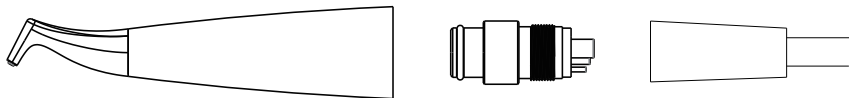

图 4 喷砂手柄清洁示意图
- 4) 取下喷砂手柄，连接清洁喷头，再连接牙椅尾线接头，通气至少10秒钟，使喷砂手柄管道彻底清洁。（图4）